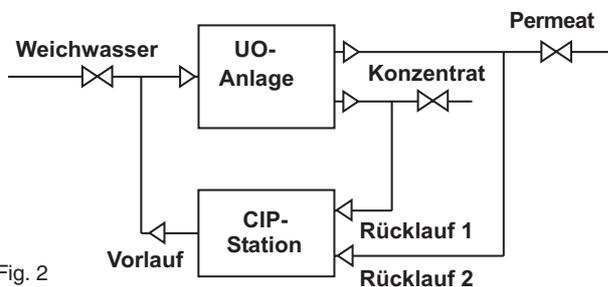

Fig. 2
**bei Anlagen mit zwei Ausgängen (UO-Anlagen)** (siehe Fig. 2)